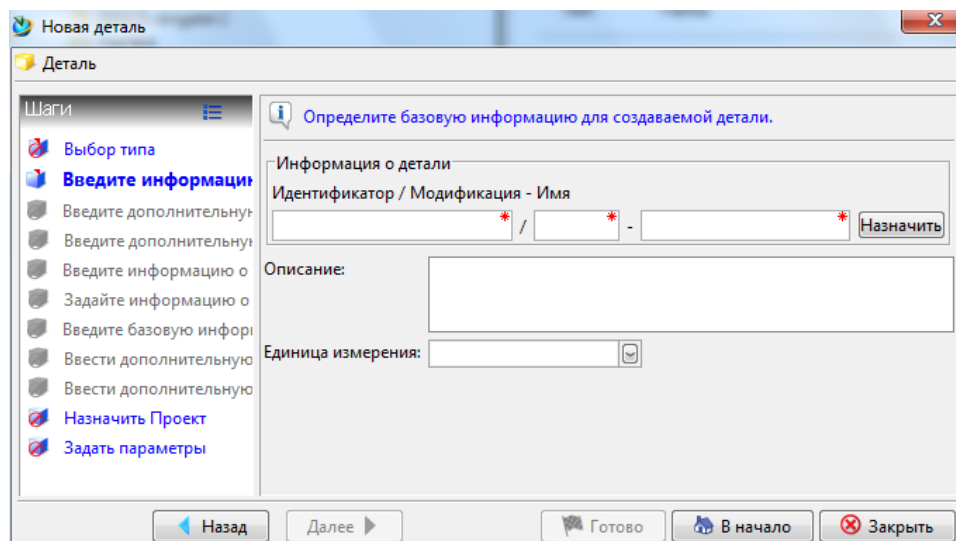

Рисунок 3 – Назначение имени детали
3. Создайте деталь: "Создать" → "Деталь". На данном этапе необходимо назначить имя детали и ее идентификатор (рисунок 3).